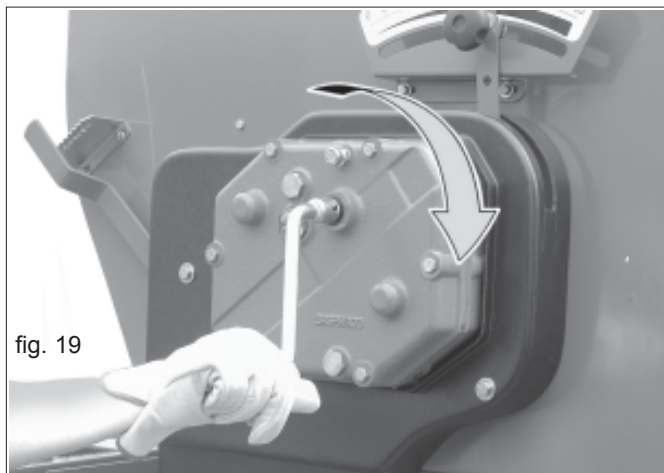

fig. 19
- 5) Die Kurbel (Abb.19) in die Getriebewelle (3 Abb. 1) einsetzen und nach rechts drehen.